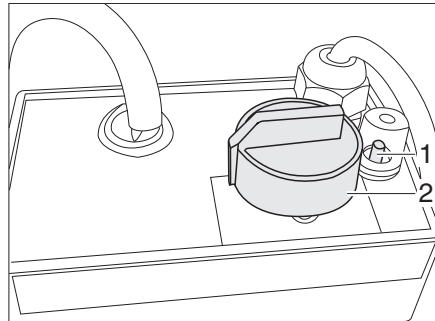

Bild 305 Reglage för elektrisk golvvärme/bäddvärme
- Vrid vridregulatorn (Bild 305,2) till önskad värmeeffekt.
- Vrid vridregulatorn (Bild 305,2) till ställning "0".
När golvvärmen har stängts av stannar värmen kvar ett tag i golvet (restvärme). Om regulatorn överbelastas aktiveras överbelastningsskyddet. Stiftet (Bild 305,1) hoppar ut.
- Tryck in stiftet (Bild 305,1) på överbelastningsskyddet när regulatorn har svalnat.